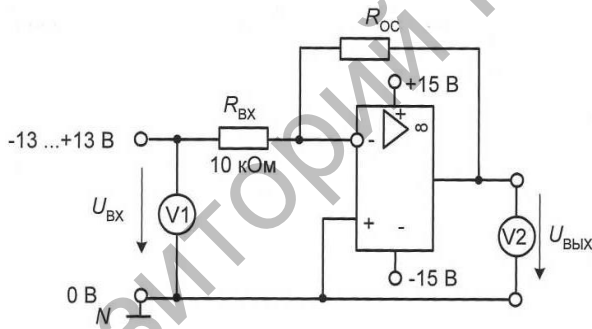
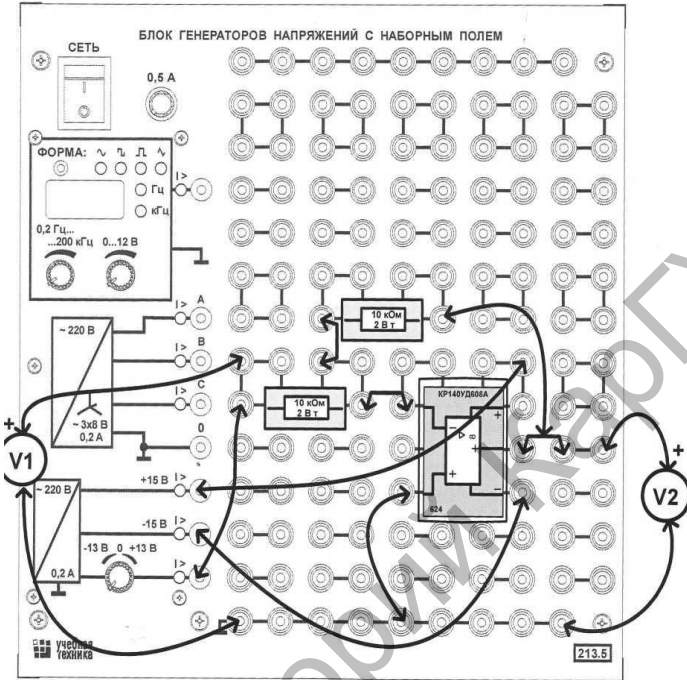

Рисунок 5.36
Рисунок 5.37
- Соберите цепь инвертирующего усилителя, как показано на электрической схеме (рис. 5.36) и монтажной схеме (рис. 5.37). С помощью мультиметра измерьте величины выходного напряжения $U_{\text{ВЫХ}}$ при различных сопротивлениях отрицательной обратной связи $R_{\text{ОС}}$ и входных напряжениях $U_{\text{ВХ}}$ согласно табл. 5.22. Занесите эти значения в верхние строки табл. 5.22, а нижние оставьте для неинвертирующего усилителя.